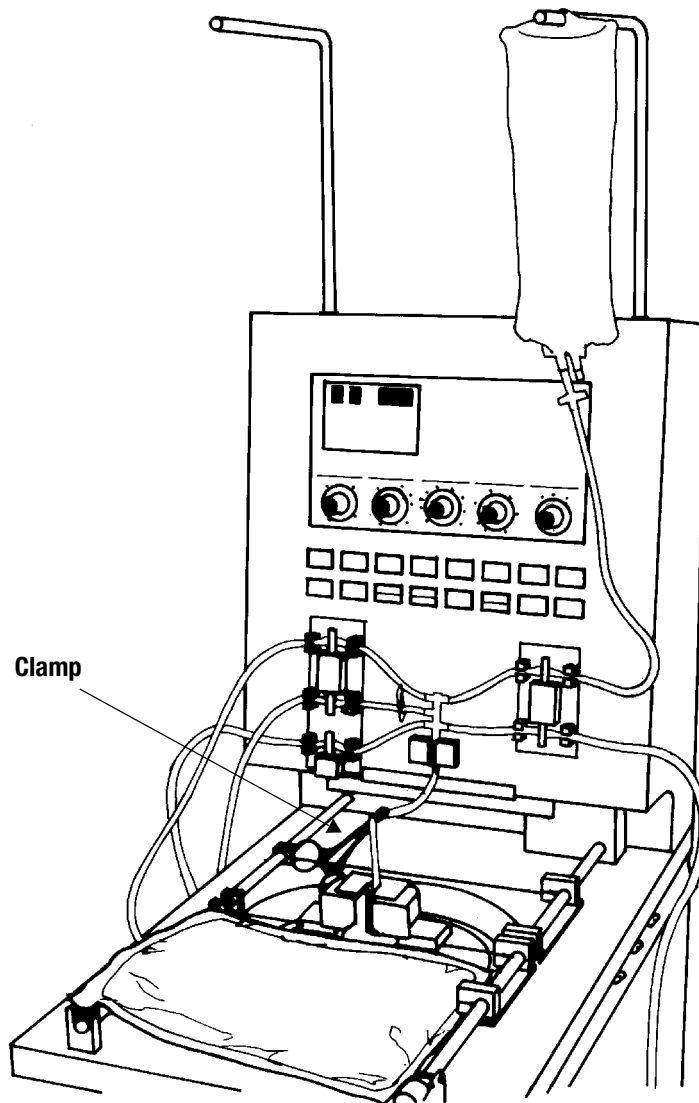

Figure 6-17: Correct placement of the cell product bag for predilution
- b Đặt túi sản phẩm tế bào trên tabletop (Figure 6-17 trang 6-19).
2 Đặt túi sản phẩm tế bào ban đầu lên tabletop (Figure 6-17).
- b. Đặt túi sản phẩm tế bào lên tabletop (Figure 6-17 trang 6-19).
- 3** Đặt túi sản phẩm tế bào lên bàn (Figure 6-17 on page 6-19).
- b Đặt túi sản phẩm tế bào lên trên tabletop (Figure 6-17 on page 6-19).
- b Đặt túi sản phẩm tiểu cầu lên (Figure 6-17 on page 6-19).